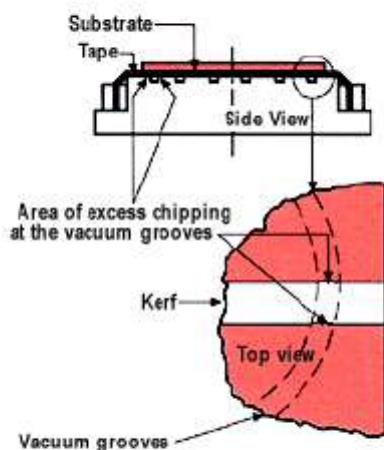

図 10
- 1.リング式真空チャックを使用する場合、ウェーハとテープの接触部での欠けはよく知られている現象です(図 10)。チップングは、リング真空溝での切断処理中に発生する内部応力に起因します。